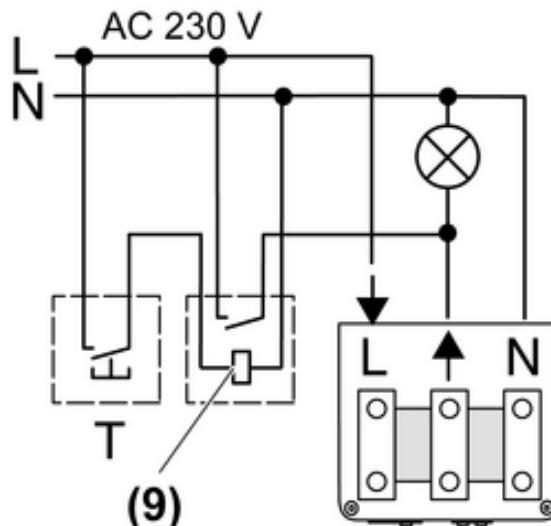

Bild 8: Parallelschaltung mit Treppenlichtautomat bzw. Stromstoßschalter
Die Beleuchtung wird entweder durch den Treppenlichtautomaten (9) oder durch das Leistungsteil in Kombination mit Funk-Wächtern eingeschaltet (Bild 8).